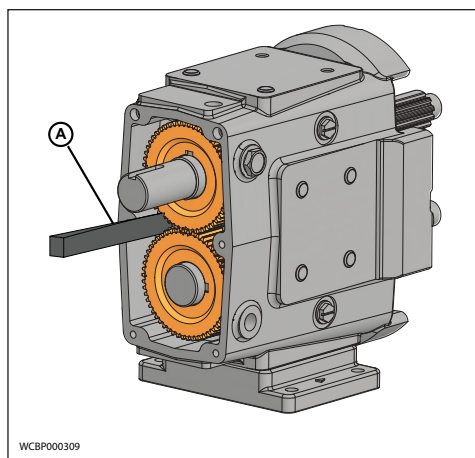

Figure 92 - Blocage de la rotation de l'arbre
4. Utilisez un bloc de bois ou de nylon (figure 92, élément A) pour empêcher les arbres de tourner. En l'absence de bloc, utilisez des chiffons pour bloquer les engrenages, ou si l'arbre porte un rotor, bloquez ce dernier à l'aide d'une cheville en nylon.